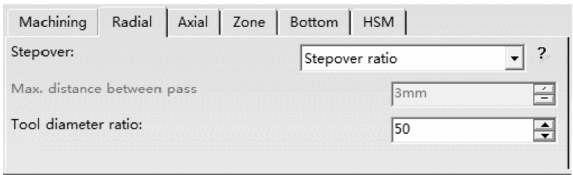

图 2-52 “Radial” 选项卡（1）
2) “Radial” 选项卡。如图 2-52 所示，该选项相关参数如下：